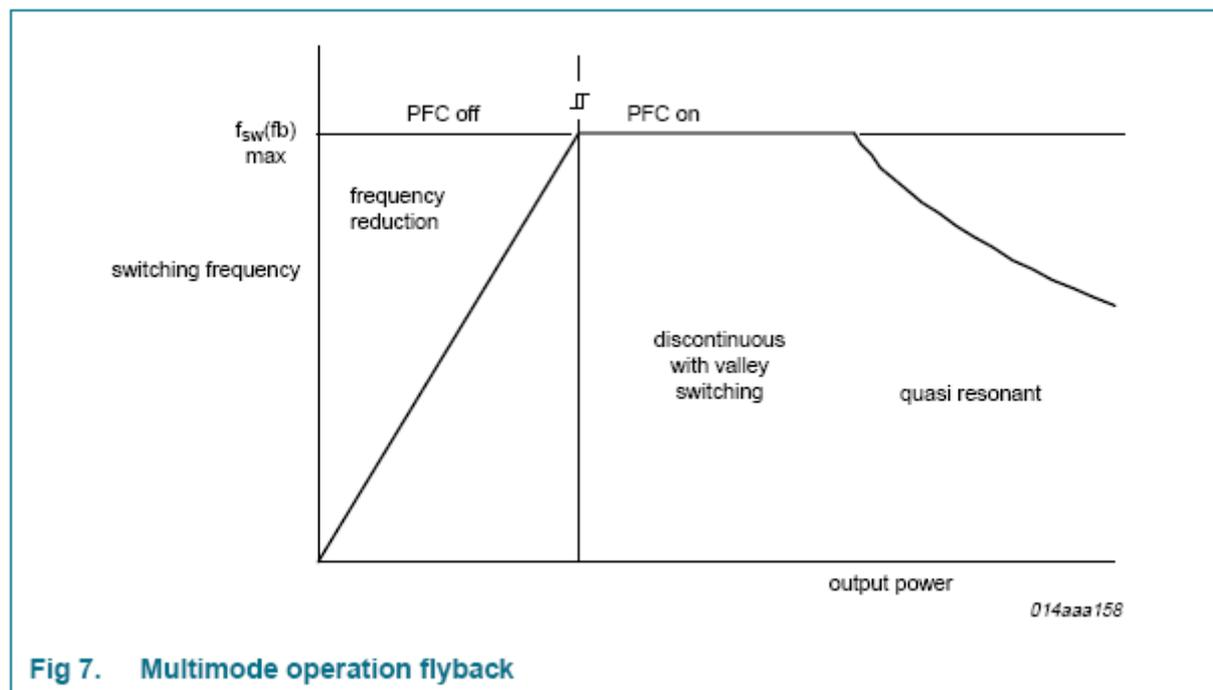

图7 多模式运行反激
TEA1751 (L) T 反激控制器可以运行在多种模式，如图7。